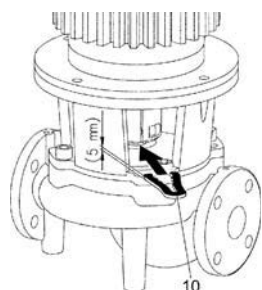

Fig. 19: Поставяне на монтажната вилка
- Пъхнете монтажната вилка (Fig. 19, поз. 10) между латерната и куплунга. Монтажната вилка трябва да седи без хлабина.